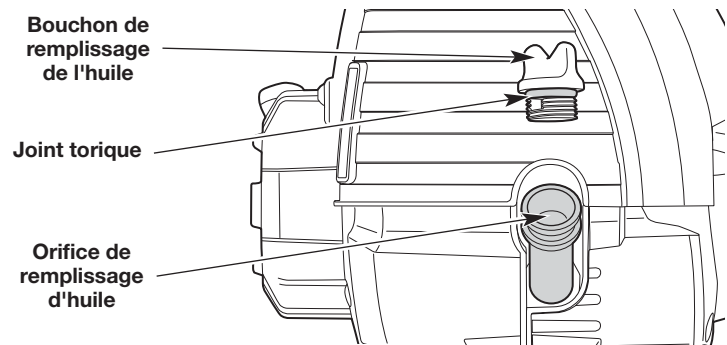

Fig. 11
4. Dévissez le bouchon de remplissage d'huile (Fig. 11).
5. Versez le flacon complet dans l'orifice de remplissage d'huile (Fig. 11). **NE PAS** trop remplir. Reportez-vous à *Vérification du niveau d'huile*.
REMARQUE : Assurez-vous que le joint torique est en place sur le bouchon de remplissage d'huile (Fig. 11).